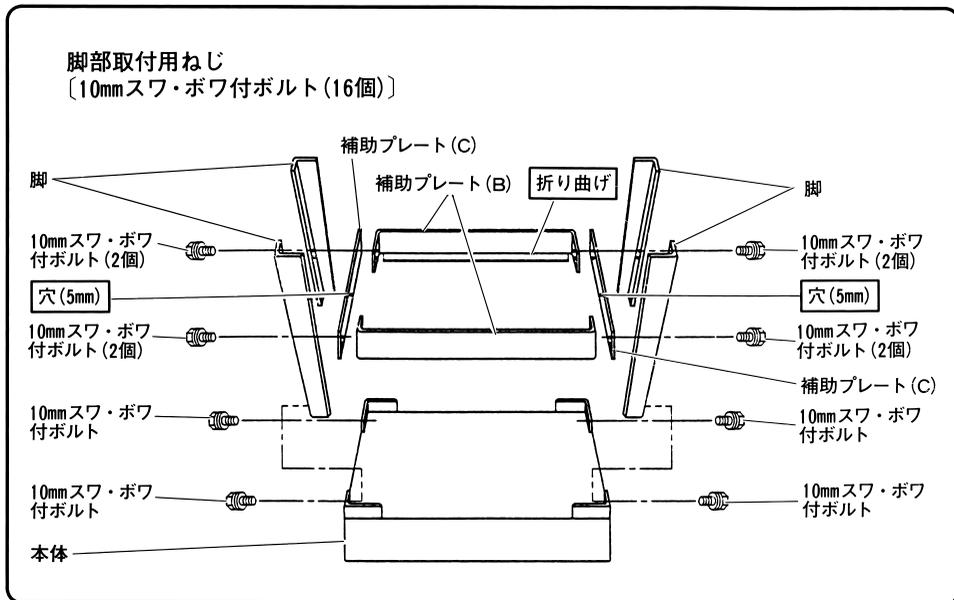

図 4
段ボール箱から部品を取り出し、図2、図4のようにそろっていることを確認してください。
- (1) 平らな所へ本体を図4のように裏返して置きます。
- (2) 本体の内側に脚(4個)を取付け、10mmスワ、ボワ付ボルトで仮締めしてください。
- (3) 脚の内側に、補助プレート(C)、補助プレート(B)の順で取付けてください。補助プレート(C)は、中央の **穴(5mm)** を、補助プレート(B)は折り曲げを本体側になるように、10mmスワ、ボワ付ボルトで仮締めしてください。
- (4) 本体を起こして、4本の足が床に平均に接するように脚、補助プレート(B)、(C)で調整し、10mmスワ、ボワ付ボルトで確実に固定してください。ボルトの締付けには、研磨機に付属の17mmボックススパナをご使用ください。